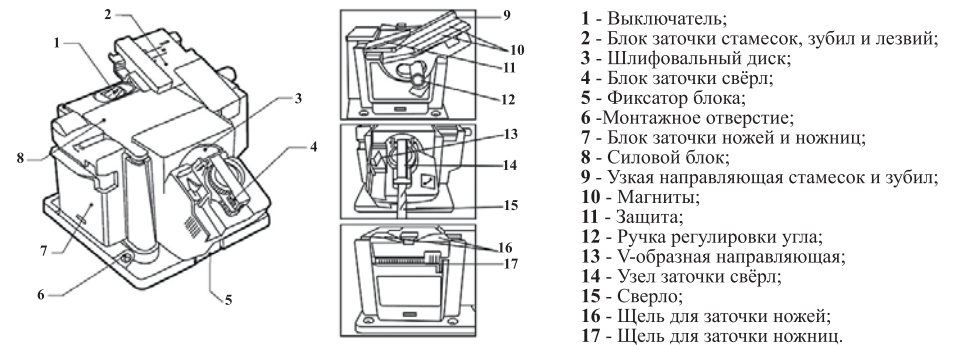

рис.1
Общий вид\* заточного станка представлен на рис. 1
6.1.1 Установите блок заточки стамесок, зубил и лезвий 2 (рис.1) на силовой блок 8 (рис.1).
6.1.2 Положите стамеску, зубило или лезвие на суппорт для лезвий. Магниты 10 (рис.1) удерживают лезвие в нужном положении. (рис.2)
6.1.4 Для регулировки угла ослабьте ручку регулировки угла 12 (рис.1). Выберите нужный угол и затяните ручку.
6.1.5 Кромка лезвия должна касаться шлифовального круга. Включите силовой блок 8 (рис.1) с помощью выключателя 1 (рис.1), переведя его в положение «ВКЛ».
6.1.6 Двигайте суппорт с лезвиями вперёд и назад попеременно шлифовального круга 3 (рис.1) с лёгким постоянным нажимом, непрерывным движением.
6.1.8 При заточки узких лезвий, стамесок или зубил положите узкую направляющую 9 (рис.1) в качестве распорки и произведите заточку, как указано выше.